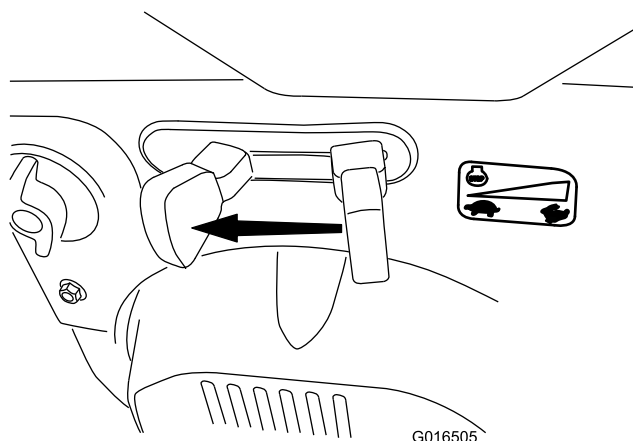

Bild 30
- Stellen Sie die Gasbedienung in die LANGSAM-Stellung und dann in die STOPP-Stellung (Bild 30), um den Motor abzustellen. Sie können auch den Zündschlüssel nach außen in die mittlere Stellung ziehen, um den Motor abzuschalten.